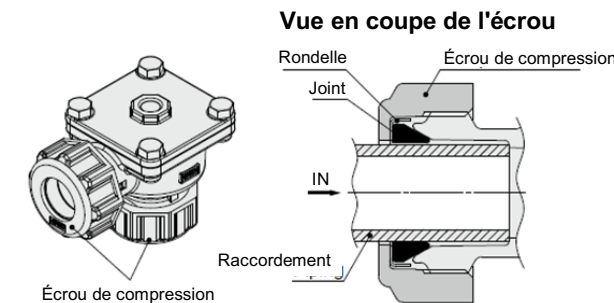

Fig. 1
- Serrage des écrous de compression, voir fig. 1.